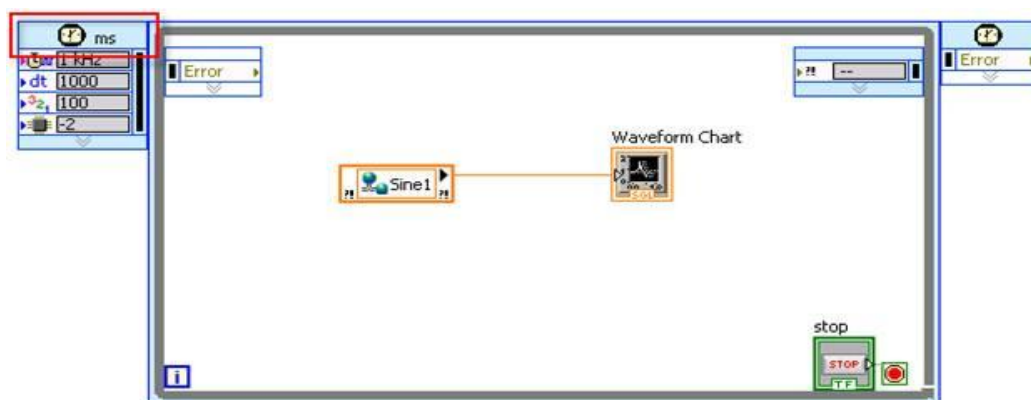

图 15：配置定时循环
15. 要配置定时循环，双击定时循环的输入节点，如图 15 所示。